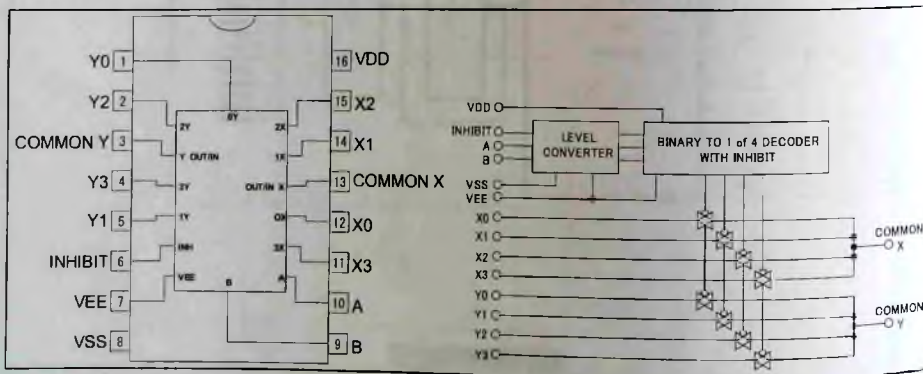

Рис. 9. Структурная схема ИМС BU4052BCF
- IC108 BU4052BCF — коммутатор (КМОП) аналоговых и цифровых сигналов фирмы Rohm, структурная схема ИМС приведена на рис. 9. Микросхема входит в состав семейства коммутаторов 4051, 4052, 4053, 4066В, выпускаемых различными производителями. ИМС семейства отличаются низким энергопотреблением, широким диапазоном напряжений питания (3...18 В) и высоким входным импедансом. В рассматриваемых AV-ресиверах ИМС BU4052BCF обеспечивает коммутацию звуковых сигналов с выходов IC112 (R2A15218). Напряжения питания +7 В и -7 В подаются на выводы 16 и 7 ИМС.